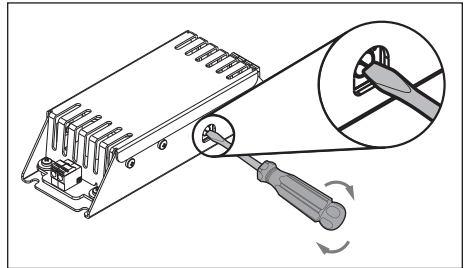

Figure 1. Tourner le cadran avec un tournevis
- Jandy® : Série J (1)
- Hayward® Industries : Série H (2)
- Pentair® Water Pool and Spa, Inc. : Série P (3)
- À l'aide d'un tournevis à tête plate, tournez le cadran sur le côté de l'adaptateur DEL Smart Sync jusqu'au numéro correspondant à la série que vous souhaitez sélectionner (voir l'autocollant sur l'adaptateur DEL). Voir la Figure 1.